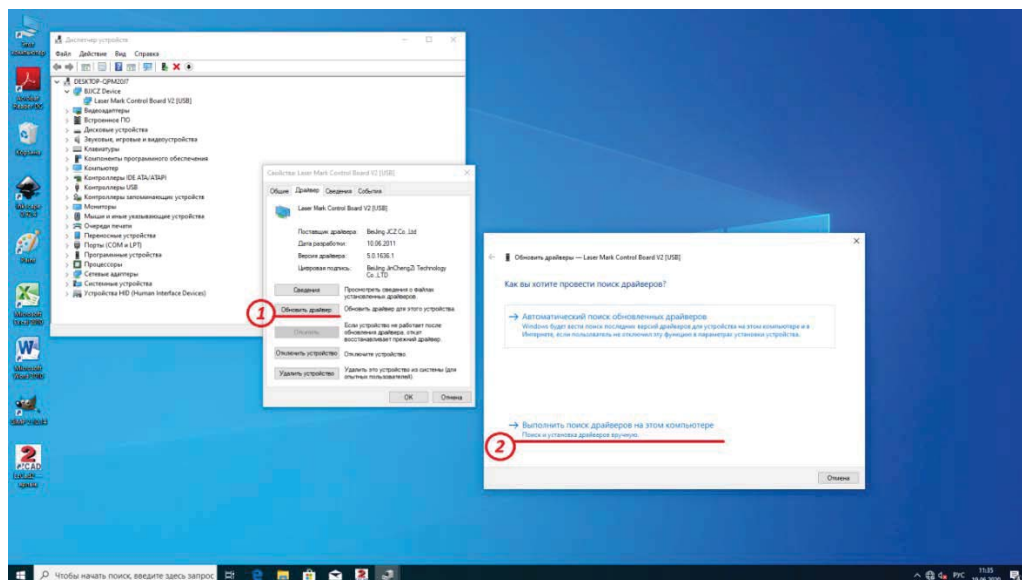

Рисунок 7
- в окне «Свойства» на вкладке «Драйвер» выбрать «Обновить драйвер», в отрывшемся окне выбрать «выполнить поиск драйверов на этом компьютере (вручную)» рисунок 7.